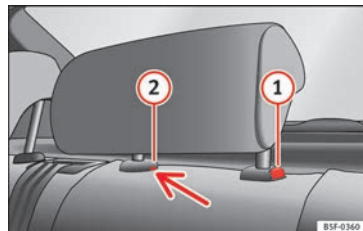

Abb. 106 Hintere Kopfstütze in der Mitte: Entriegelungsstelle.
- Zum Einstellen der Kopfstütze auf eine niedrigere Höhe die Taste  **1** »» » **Abb. 106** und diese nach unten schieben.
- Drücken Sie die Taste  **1** »» » **Abb. 106** und ziehen Sie gleichzeitig die Kopfstütze aus der Rückenlehne »» » .
- Führen Sie den Schraubenschlüssel in der Position  **2** »» » **Abb. 106** in das Loch ein und ziehen Sie zur gleichen Zeit die Kopfstütze aus der Rückenlehne »» » .